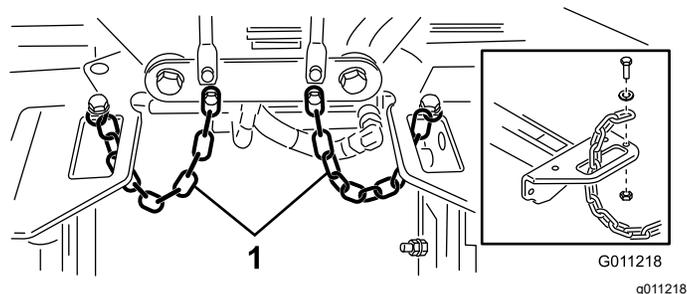

Рисунок 23
4. Проденьте цепь опрокидывателя сквозь проем в конце каждой несущей рамы. Прикрепите цепь опрокидывателя к верхней части несущей рамы с помощью болта, шайбы и контргайки (Рисунок 23).